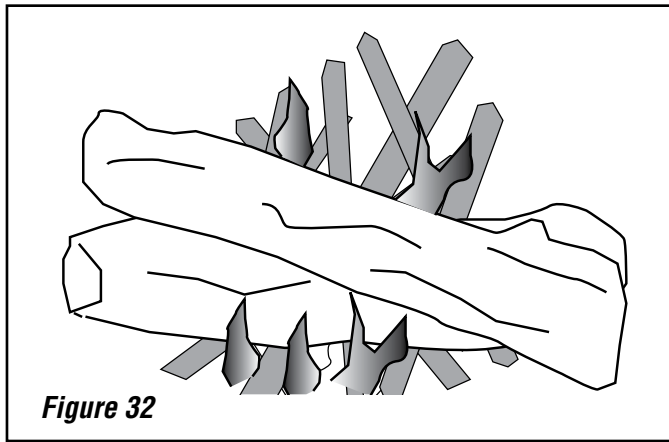

Figure 32
6. Pour obtenir les meilleurs résultats, utiliser de petits morceaux de bois afin de faire monter la température du poêle, puis charger de plus gros morceaux pour maintenir la flambée. Si nécessaire, entrouvrir la porte pour permettre l'allumage de la charge de combustible. Ne pas laisser l'unité sans surveillance quand la porte avant est légèrement ouverte. Après quelques minutes de forte flambée, ajouter des morceaux de bois plus gros puis régler le registre de gauche en fonction de la production de chaleur voulue. Vérifier l'évacuation toutes les 15 à 20 minutes (voir figure 32). Une fumée importante indique que le réglage est incorrect (trop élevé ou trop faible). Ajuster le réglage puis revérifier 5 à 10 minutes plus tard.